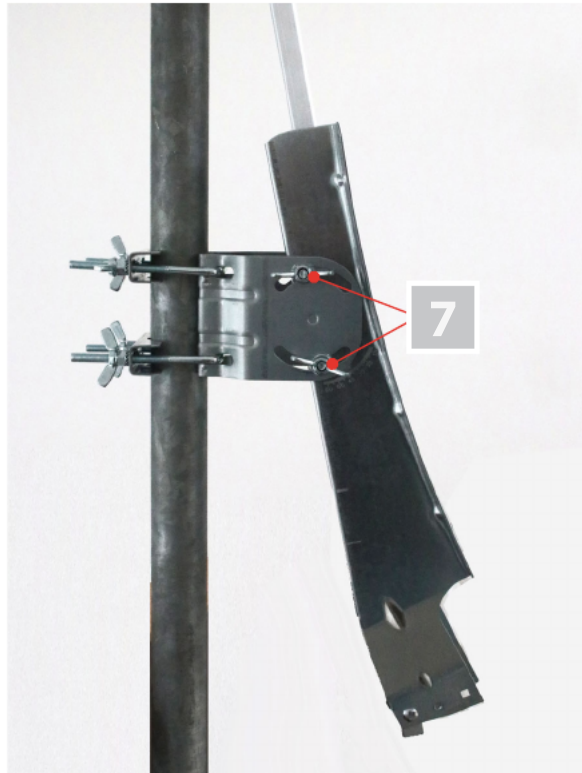

Bild 3: Tragarm befestigen
1. Schieben Sie den Tragarm in die zuvor montierte Tragarmführung, so dass die Bohrungen im Tragarm genau auf Höhe der kreisförmigen Langlöcher [7] in der Tragarmführung liegen (siehe Bild 3, oben).